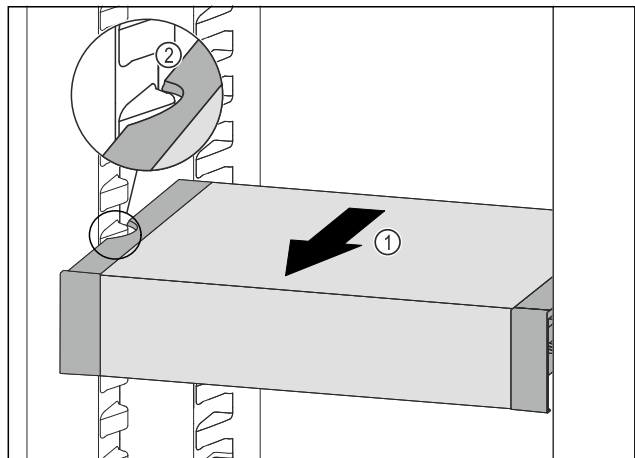

Fig. 206
- ▶ Вытягивайте VarioSafe вперед *Fig. 206 (1)*, пока боковые выемки VarioSafe не окажутся на высоте выступа резервуара в холодильном отделении. *Fig. 206 (2)*